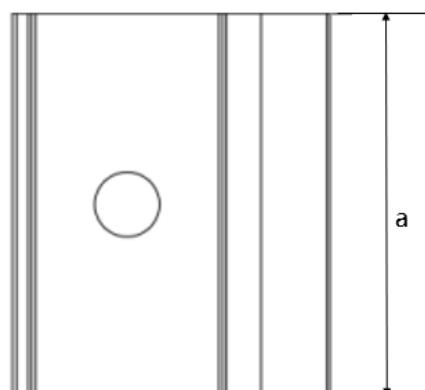
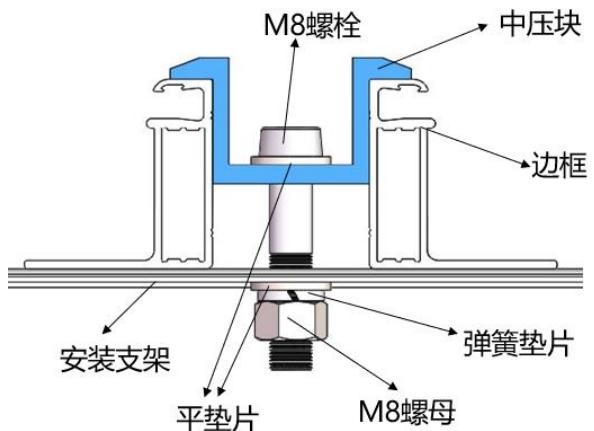

图 7 边压块俯视图
图 10 中压块安装示意图
- ③ 支架与组件边框接触的上表面需有一个与 M8 螺栓匹配的凹槽。
- ④ 若支架上无凹槽，则需在上述提到的位置钻一个直径大小合适的孔，以便螺栓固定。
- ⑤ 确保每个压块的安装顺序为平垫圈、弹簧垫圈、螺母。
- ⑥ 图 7、8 为压块示意图，图 9、图 10 所示为压块安装示意图。压块的尺寸为 $a \geq 50 \text{ mm}$, 厚度 $\geq 4\text{mm}$, 与边框保持重叠宽度 $d \geq 10\text{mm}$; 或者 $a \geq 60\text{mm}$, 厚度 $\geq 3\text{mm}$, 与边框保持重叠宽度 $d \geq 8\text{mm}$ 。在保证组件可靠安装的前提下可以变更压块截面，但任何尺寸的压块安装时都不能超出边框接触玻璃。
- ⑦ 2384*1303mm 及以上尺寸组件仅适用于 $a \geq 60\text{mm}$ 压块尺寸。
- ⑧ 当螺栓和螺丝为 8.8 等级时，推荐收紧扭矩为 17~23N•m